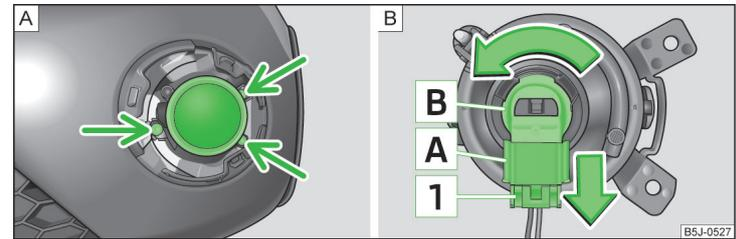

Abb. 160 Vorderer Stoßfänger: Nebelscheinwerfer / Nebelscheinwerfer: Glühlampe wechseln
- › Mit dem Schraubendreher » **Seite 164, Bordwerkzeug** die Schrauben » **Abb. 160** - **A** herausdrehen.
- › Die Sicherung **1** » **Abb. 160** des Steckers **A** drücken und den Stecker aus der Fassung **B** herausziehen.